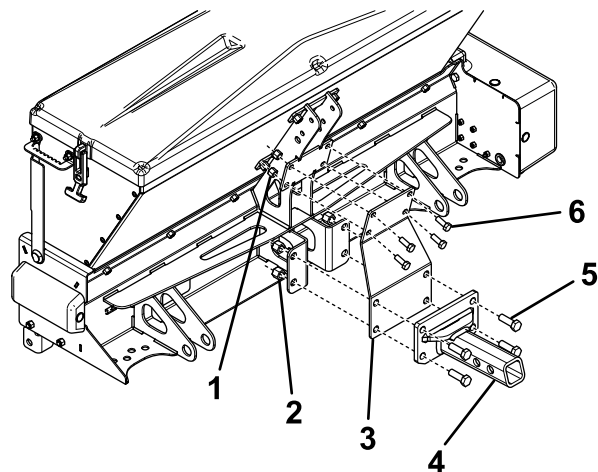
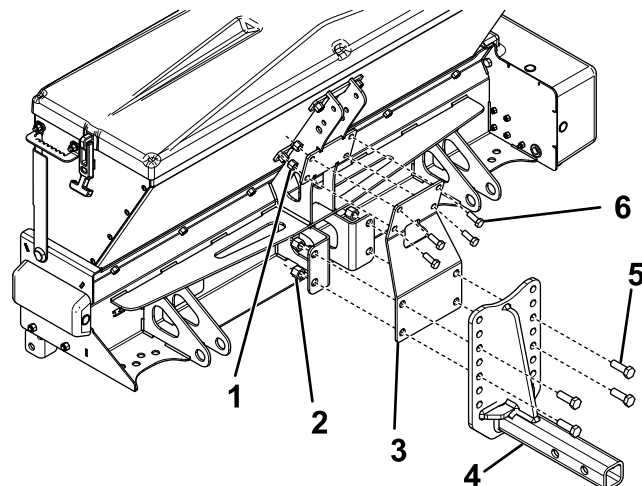

图 7
图 8
1. 用 4 个螺栓 3/8 英寸和锁紧螺母将挂接板的顶部松松地连接到撒布机上图 7 和图 8。
2. 用 4 个螺栓 1/2 x 1-1/2 英寸和锁紧螺母将挂钩连接至挂接板和撒布机上图 7 和图 8。